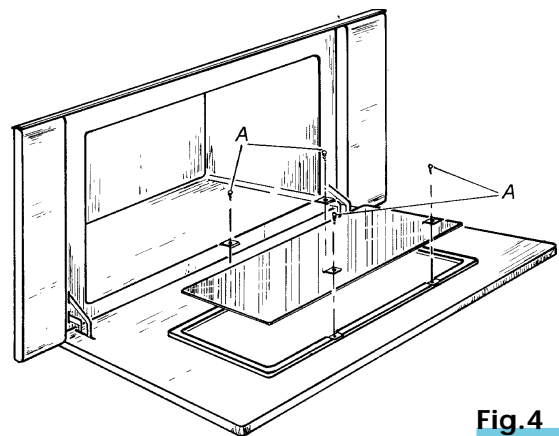

Fig.4
Pour les parties émaillées, effectuer les mêmes opérations que pour l'intérieur du four, en utilisant de l'eau chaude et des détergents non abrasifs ou acides. Pour laver de manière simple et soignée le verre intérieur de la porte, il est possible de l'enlever de son logement en dévissant les vis (A) lorsque la porte est complètement ouverte, comme le montre la Fig.4.